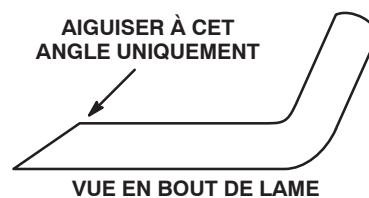

Figure 32
3. Examinez les tranchants de toutes les lames et aiguissez-les s'ils sont émoussés ou ébréchés. N'aiguissez que le haut du tranchant et conservez l'angle de coupe d'origine pour obtenir une coupe nette (Fig. 32). Limez la même quantité de métal sur chacun des deux tranchants pour ne pas déséquilibrer la lame.